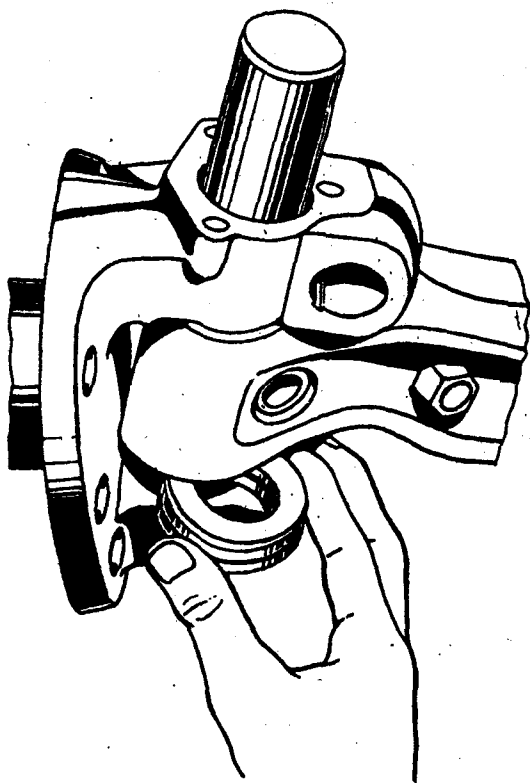

Рис. 61. Установка шкворня и его подшипника
2. В верхнюю бобышку кулака вставить новый шкворень с учетом положения лыски под стопорный штифт (рис. 61), установить подшипник шкворня и продвинуть шкворень до совпадения лыски под стопорный штифт с отверстием в балке.